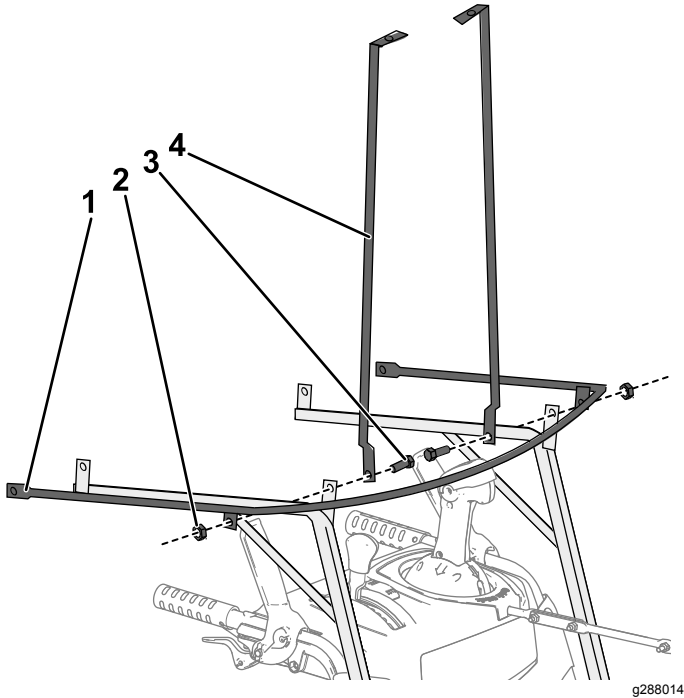

Figura 2
3. Instale los montantes delanteros y el bastidor horizontal en los soportes de montaje izquierdo y derecho, como se muestra en la Figura 2.